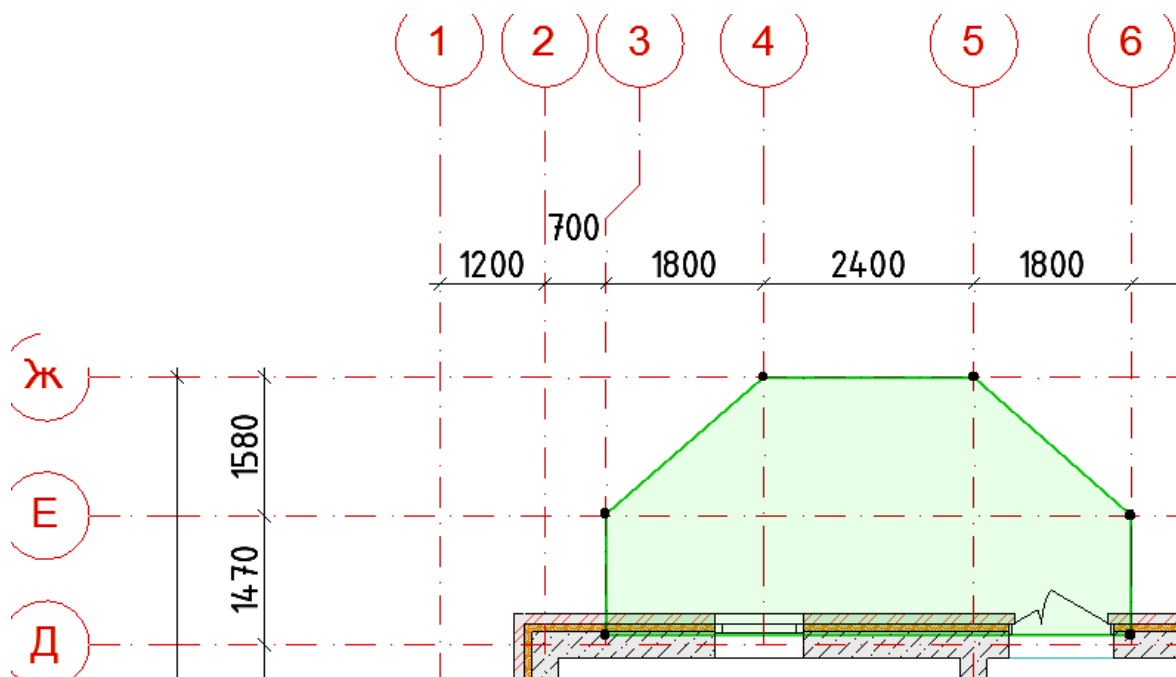

Рис. 4.10
*Перекрытие для веранды*. Постройте перекрытие с прежними параметрами между осями 3 – 6, Д – Ж согласно рис. 4.10. Геометрический метод построения перекрытия – *Многоугольник* , все вершины которого должны располагаться в точках пересечения осей.